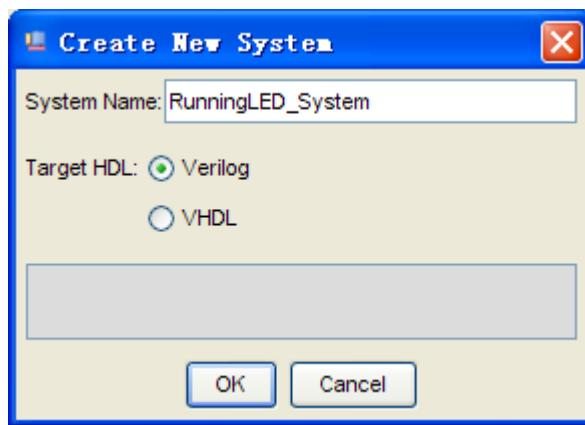

图 7-1 添加系统名称并指定语言
3. 点击 Quartus II 软件右上方图标  打开 SOPC Builder, 创建一个 SOPC 系统。填写系统名称为 RinningLED\_System, 并指定 Verilog 为描述系统的语言, 如图 7-1。